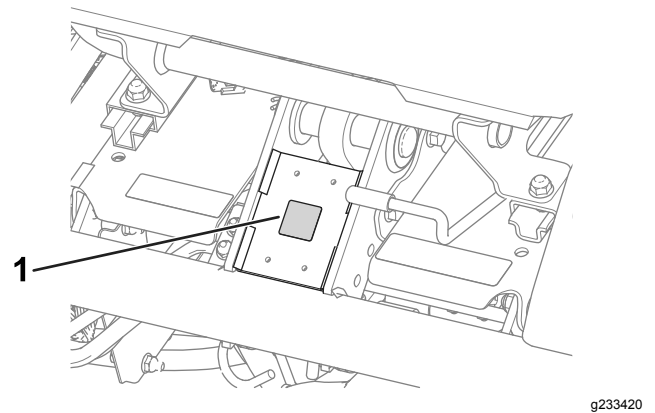

Figure 11
- Apposez l'autocollant de marque de conformité CE (réf. 93-7252) sur le cadre, sous l'avant du siège (Figure 11).